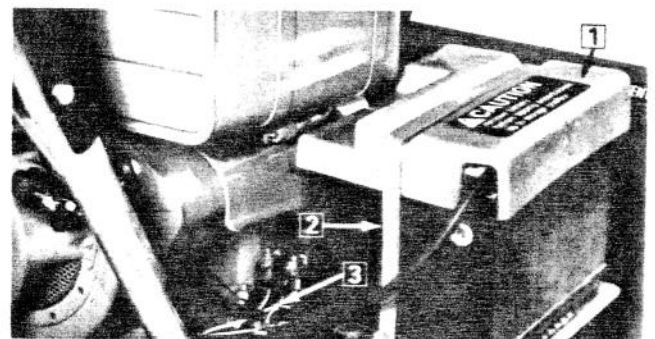

Figure 14
28. Installez le couvercle sur la batterie. Glissez ensuite la batterie complètement sur la plaque de montage. Fixez la batterie en place avec des vis à tête, brides de fixation de batterie, et écrous (Fig. 14).
29. Installez la sangle de batterie sur le couvercle de batterie et glissez les bouts de fixation de la sangle sur le bout des vis à tête (Fig. 14). Fixez toutes les pièces en place avec deux écrous (Fig. 14).
30. Fixez les fils de la prise de charge de batterie au câble de batterie avec une attache (Fig. 14).